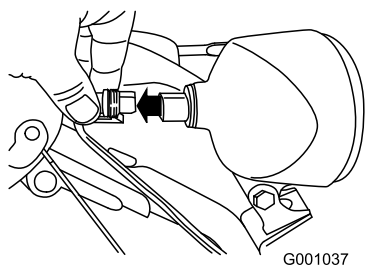

Figure 45
1. Débranchez le connecteur à l'arrière du phare (Figure 45).